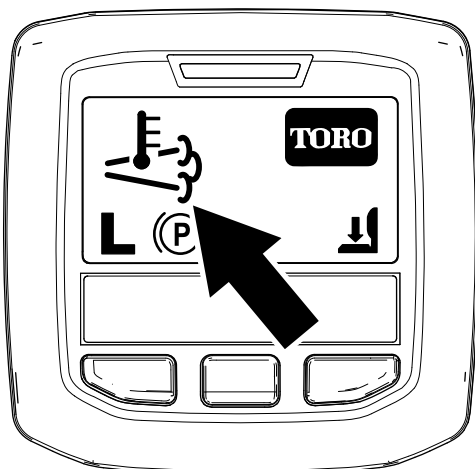

Figura 45
- El icono de alta temperatura del escape aparece en el InfoCenter (Figura 45).